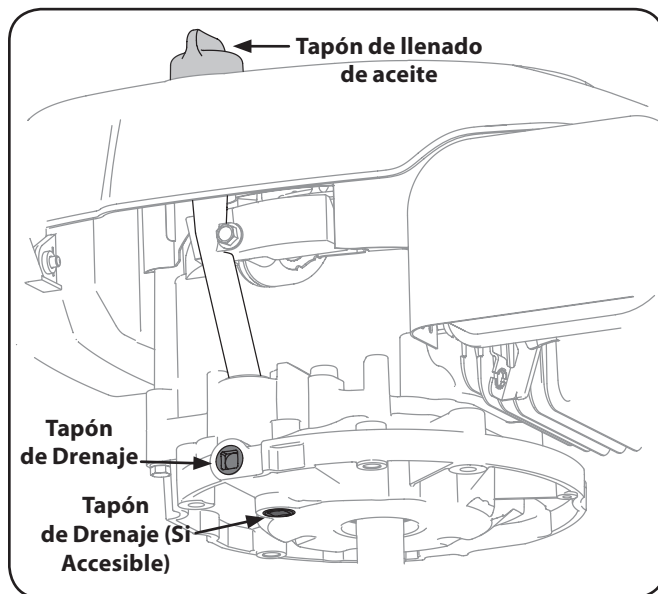

Figure 6-1
2. Retire el tapón de llenado de aceite y permitiendo que el aceite se drene en un recipiente adecuado. Vea la Figure 6-1.